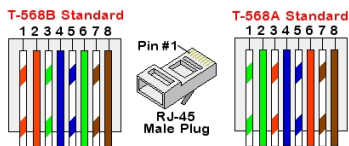

Abbildung 21: Standardverkabelung
- c. Führen Sie die acht Drähte in einen RJ45 Stecker ein, wie in *Abbildung 21* gezeigt
7. Verwenden Sie für die Switch/Router-Seite ein vorgekrimptes Kabel oder verwenden Sie eine Krimpzange, um einen RJ45-Anschlussstecker vorzubereiten: Führen Sie die acht Drähte in derselben Reihenfolge wie oben dargestellt in den RJ45-Stecker ein (*Abbildung 21*).